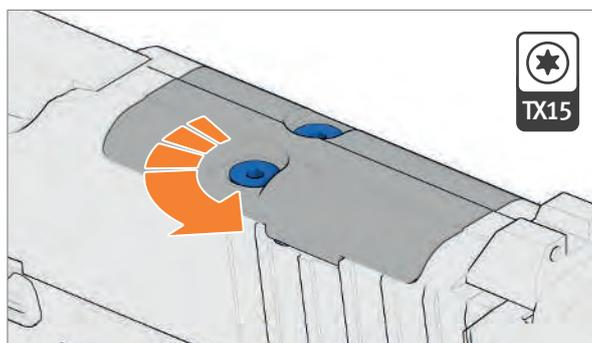

Abb. 36: Schrauben lösen
2. Schrauben lösen und entnehmen (Abb. 36).